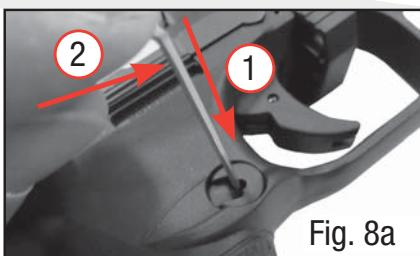

Fig. 8a
- Sollevate la chiave a brugola esercitando una leggera forza in direzione della volata, finché il controsupporto si allenta (senza premere il ritegno del caricatore (Fig. 8a)).